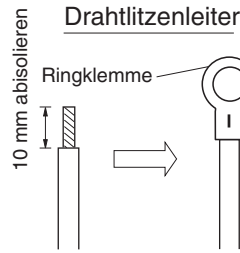
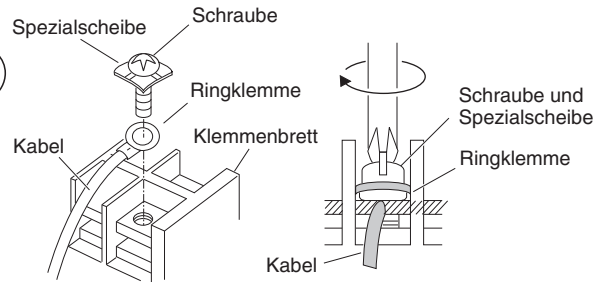

Abb. 4-7
Abb. 4-8
- (1) Das Ende des Kabels mit einem Seitenschneider beschneiden, dann die Isolierung abziehen, um ungefähr 10 mm der Litze freizulegen; danach die Enden der Litze verdrillen. (Abb. 4-7)
- (2) Unter Verwendung eines Kreuzschlitz-Schraubendrehers die Klemmschraube(n) vom Klemmenbrett herausdrehen.
- (3) Mit Hilfe eines Ringklemmen-Werkzeugs oder einer Klemmenzange die Ringklemme fest an jedem freigelegten Kabelende anbringen.
- (4) Die Ringklemme aufschieben, dann die vorher abgenommene Klemmschraube mit dem Schraubendreher wieder festziehen. (Abb. 4-8)